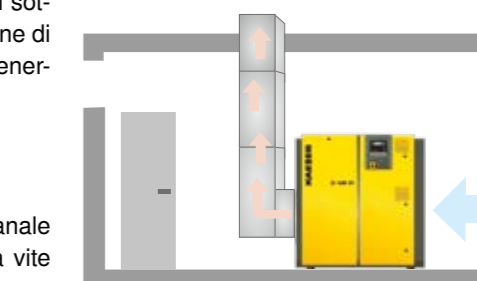

Fig. 3: Aerazione forzata con aria di espulsione canalizzata, per macchine superiori a 11 kW
3.2.1 Aerazione con canale di ventilazione (fig. 3)